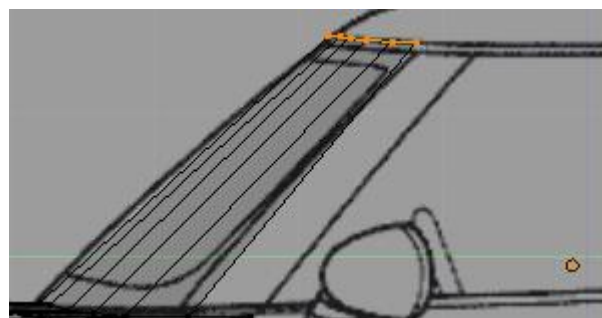

Figura 4.47
47. Na janela Right Ortho, proceda a uma extrusão, **[E]**, até ao topo do vidro frontal, figura 4.47.